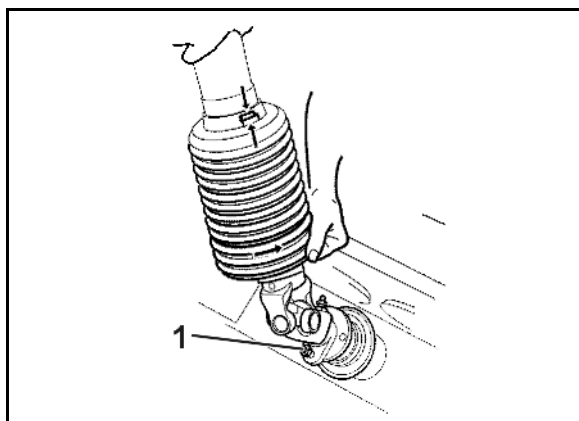

Bild 95
2. Lossa smörjnippeln (Bild 95/1) på ledgaffeln (Bild 95/3) till kraftöverföringsaxeln (Bild 95/2).
3. Skruva loss brytbulten (Bild 95/4) mellan kraftöverföringsaxelns gaffelfläns och kragen på transmissionens ingående axel.